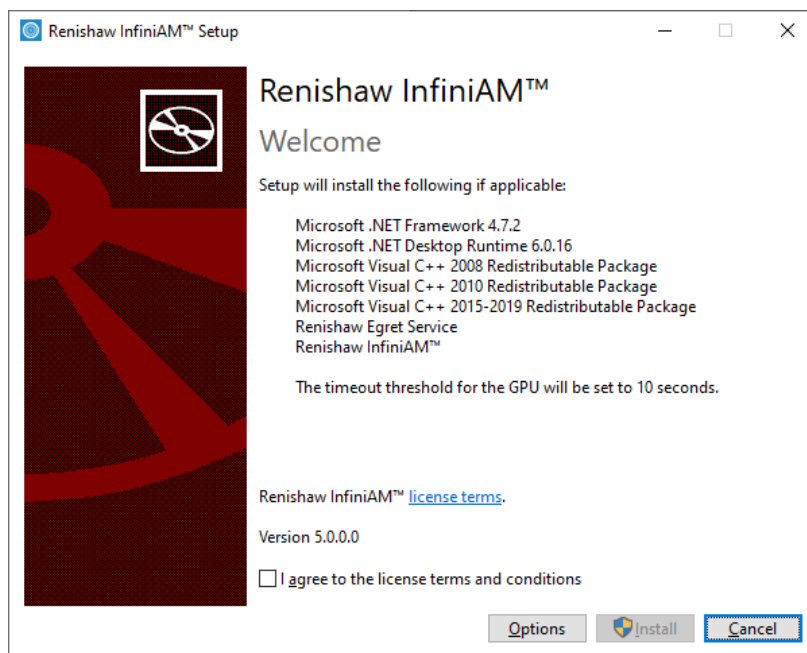

Figura 50 Programma di installazione del software InfiniAM
1. Eseguire “Renishaw InfiniAM Setup.exe”. Selezionare la casella “I agree” (Accetto). Controllare l’elenco dei componenti da installare. Se non sono già presenti nel PC, i relativi programmi di installazione verranno eseguiti durante installazione il processo(vedere Figura 50).
2. Per creare comandi rapidi, fare clic su “Options” (Opzioni) (vedere Figura 50) e selezionare la casella di controllo desiderata.